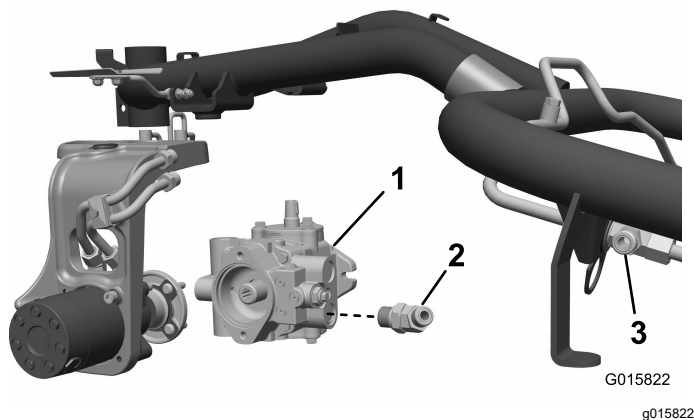

Figura 9
- Desconecte la manguera inferior de la bomba hidráulica de la bomba y del acoplamiento en T superior de los motores delanteros. Deseche esta manguera (Figura 9).
Deje el acoplamiento sin apretar, orientado hacia arriba y hacia fuera (Figura 9).